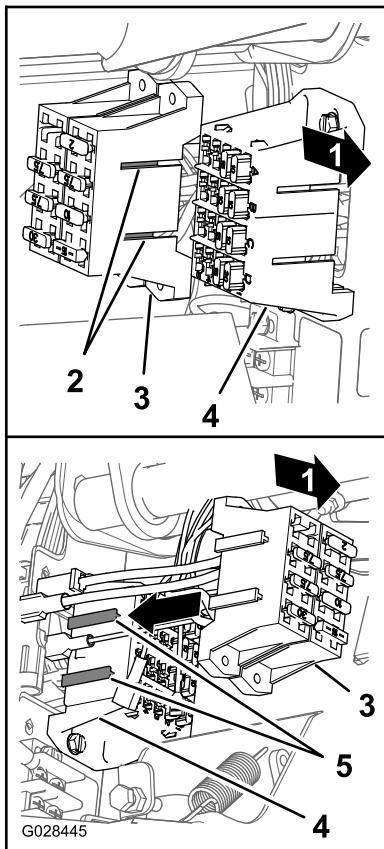

Bild 26
4. Fluchten Sie die T-Anschlussstücke am Sicherungskasten für das Sprühfahrzeug mit den T-Schlitten des Sicherungskastens für die Maschine aus und schieben Sie den Sicherungskasten des Sprühfahrzeugs in die Schlitze, bis der Sicherungskasten einrastet (Bild 26).